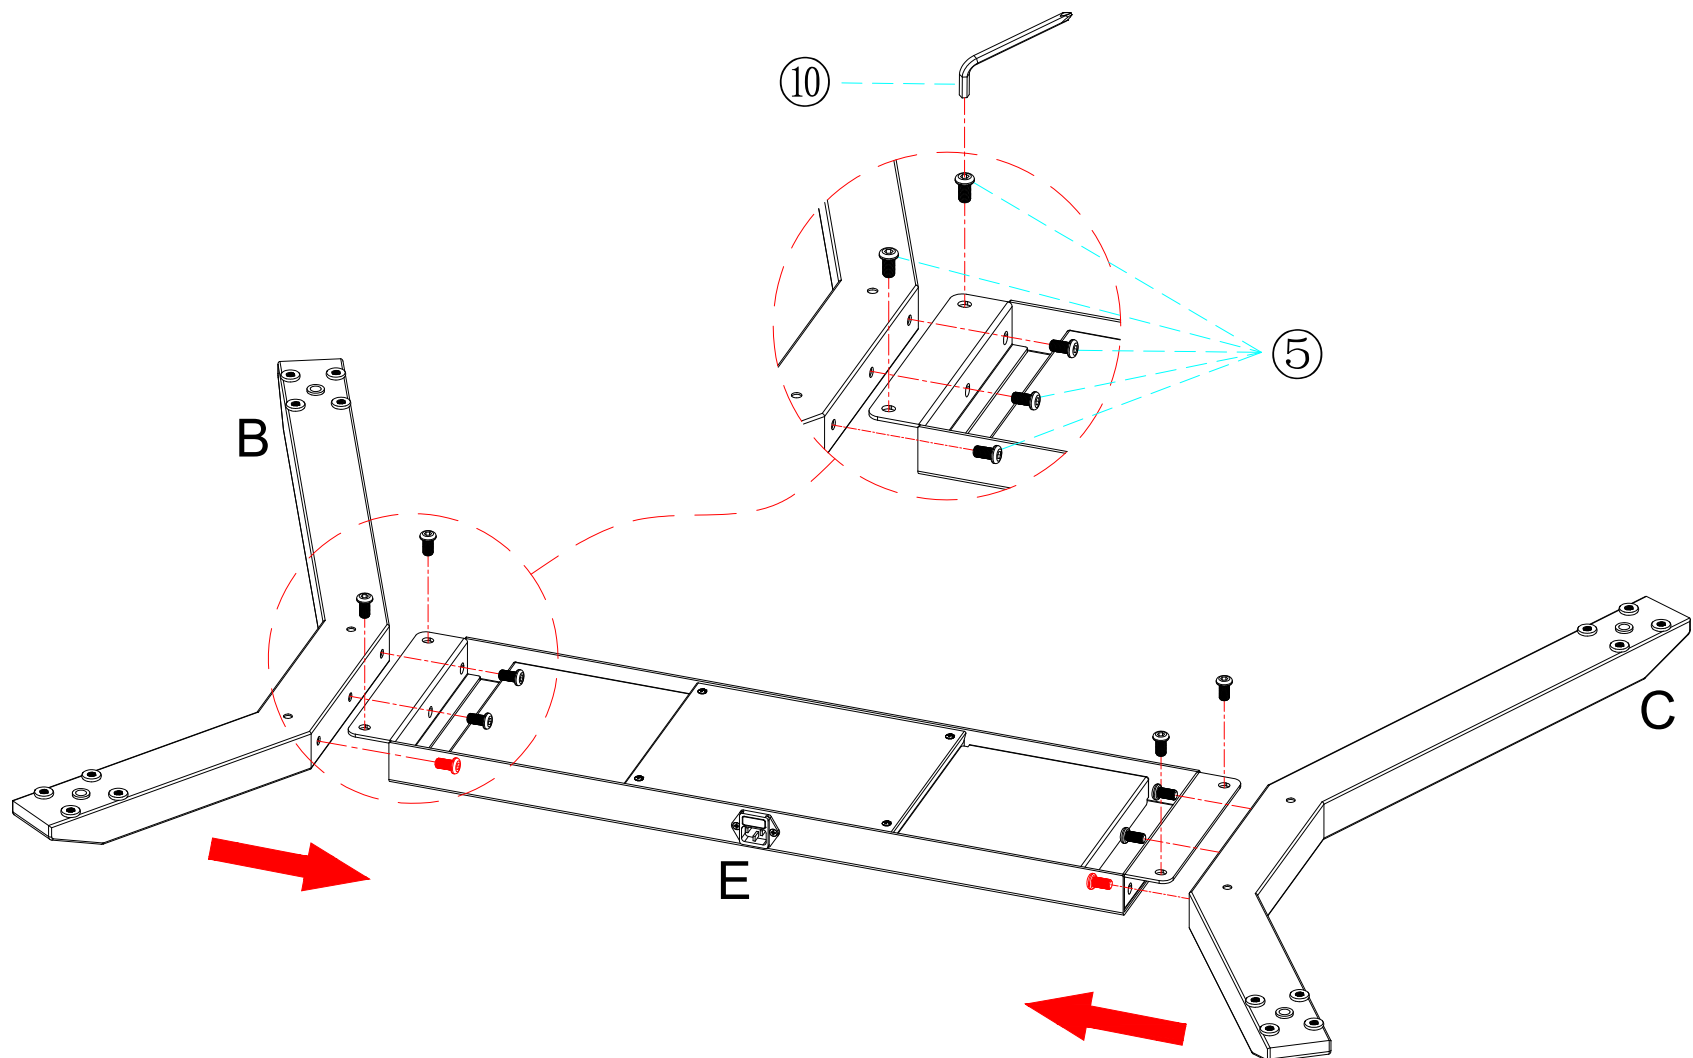

Figure 1
Étape 1 : Assembler les pieds de support gauche et droit (B) (C) et support colonne et serrer, avec 10 vis (⑤). (Figure 1)